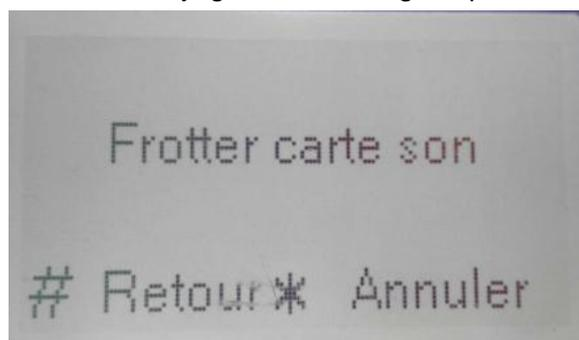

Figure 4-13
- f) Mettez la carte sur la zone de balayage de carte magnétique. Voir Figure 4-13.